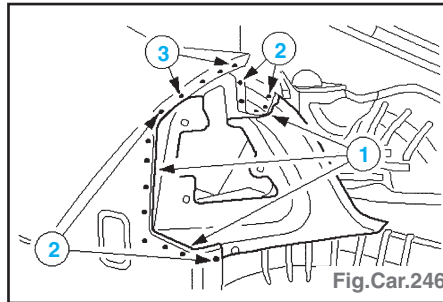

Fig.Car.246
- Tôle porte-feux (Fig.Car.246) :
- ligne de coupe préalable (1),
- fraiser les points de soudure (2).